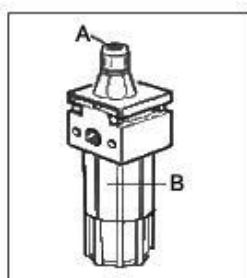

Рисунок 16
Для смазки подвижных частей пневмоцилиндров и пневмораспределителей следует заливать в маслораспылитель масло индустриальное И-20 или И-40А. Регулярно проверяйте уровень масла в маслораспылителе. При необходимости доливайте, открутив стакан маслораспылителя В (рисунок 16).
2. Капля масла должна падать в прозрачный стакан маслораспылителя при каждом третьем или четвертом нажатии на педаль 14. В противном случае, отрегулируйте с помощью отвертки установочный винт А маслораспылителя (Рисунок 16).